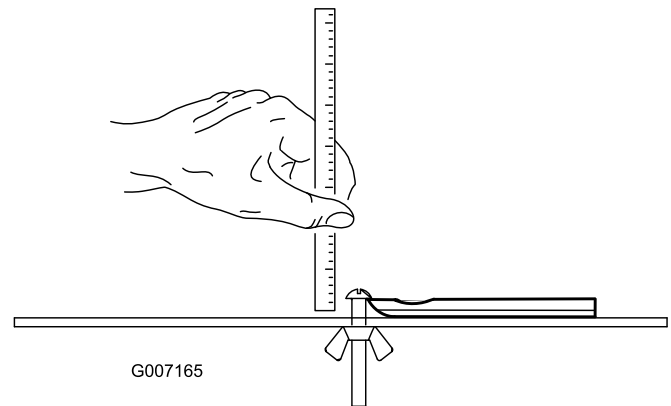

Figura 25
**Notă:** Toate măsurătorilor privind limitele pentru reparațiile contracuitului se referă la partea inferioară a contracuitului (Figura 25)